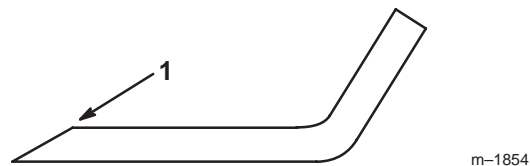

Figure 32
- Au moyen d'une lime, aiguiser les tranchants aux deux extrémités de la lame (Fig. 32) en veillant à conserver l'angle d'origine. Limez la même quantité de métal sur chacun des deux tranchants pour ne pas déséquilibrer la lame.